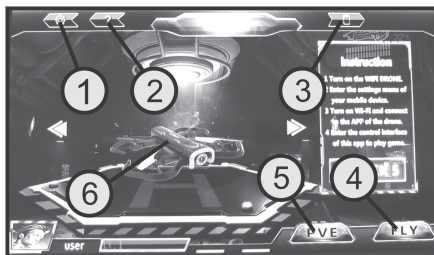

Figure 20
Pour que l'application crée une connexion performante avec le quadricoptère, il est important de sélectionner l'image du quadricoptère « Foldable Drone G-Sense RtF » (voir figure 20, pos. 6). Utilisez la fonction de balayage ou les flèches directionnelles latérales pour changer les images du quadricoptère.
Le bouton « PVE » (voir figure 20, pos. 5) ne peut donc être sélectionné que si le quadricoptère est connecté au Smartphone via la connexion WLAN.
Lorsque vous sélectionnez le symbole d'engrenage (voir figure 20, pos. 1), une nouvelle fenêtre dans laquelle vous pouvez régler les fonctions suivantes s'ouvre :
Le point d'interrogation (voir figure 20, pos. 2) vous permet d'activer la fonction d'aide actuelle. Cette fonction est utile si la version actuelle de l'application diffère de celle décrite dans ce manuel.
Lorsque vous sélectionnez « FLY » (voir figure 20, pos. 4) l'interface d'utilisation suivante s'ouvre :
Les photos et les vidéos sont directement enregistrées sur le Smartphone et peuvent donc être visualisées à l'aide de la fonction lecture (voir figure 20, pos. 3).